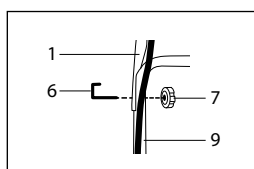

рис. 3
Совместите отверстия средней стойки (9) с отверстиями на верхней рукоятке (1). Установите скобу крепления ручки (6) и закрепите гайками (7) с двух сторон (рис. 3).